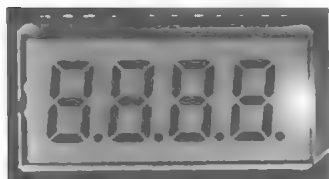

图 10.1 段码型液晶模块
- 段码型液晶模块（也称笔段式液晶模块），起源于早期液晶显示模块开始应用之时，主要用于替代 LED 数码管（由 7 个笔段组成，用于显示数字 0~9），有时会加上一些特定的图案，常用于计算器、钟表等，显示内容比较简单，如图 10.1 所示。